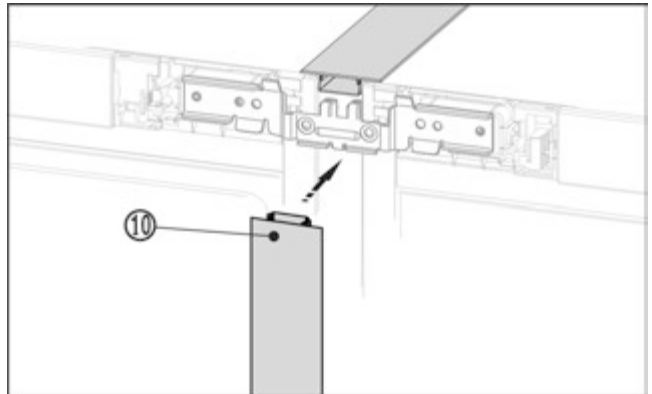

Fig. 23
- ▶ Спереду затисніть довгий нащільник Fig. 23 (10) у вертикальну щілину. Стежте за тим, щоб нащільник прилягав до з'єднувального листа.